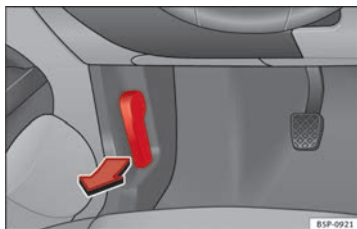

Fig. 157 Detalle de la zona reposapiés del lado del conductor: palanca para el desbloqueo del capó del motor.
- Tire de la palanca que se encuentra bajo el tablero de instrumentos ⇒ fig. 157 en el sentido que indica la flecha. El capó queda desbloqueado por la acción resorte del muelle ⇒ ⚠.